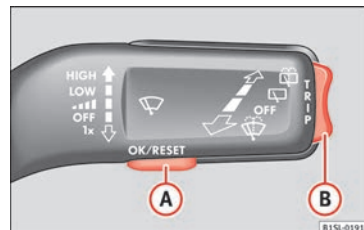

Fig. 26 Leva dell'impianto tergicristalli tasti di controllo.
- Se viene visualizzato un messaggio o il pit-togramma del veicolo, premere il tasto **OK/RESET** (»» fig. 26 A).
- Premere la parte superiore o inferiore del tasto doppio »» fig. 26 B fino a quando non appare il punto dell'indicazione.